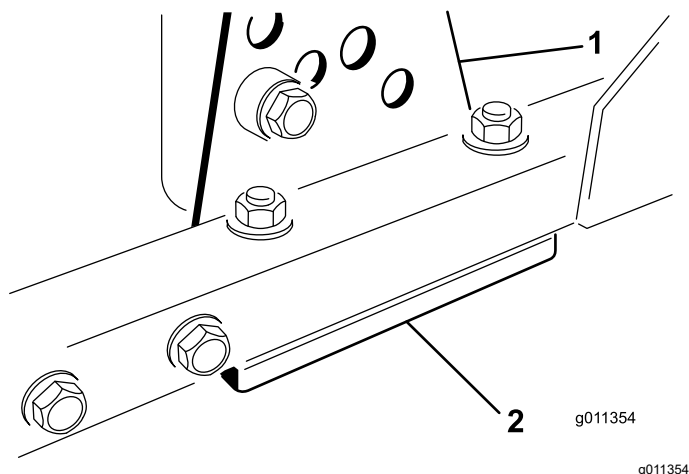

Figura 74
1. Togliete la staffa dell'altezza di taglio (anteriore, sinistra o destra) dal telaio del piatto di taglio (Figura 74).
2. Regolate gli spessori da 1,5 mm e/o gli spessori da 0,7 mm tra il telaio del piatto di taglio e la staffa per ottenere l'impostazione dell'altezza desiderata (Figura 74).